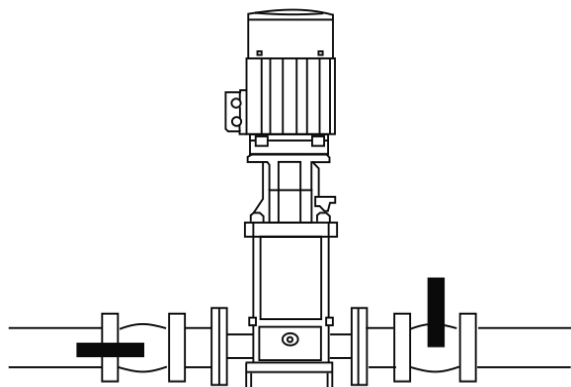
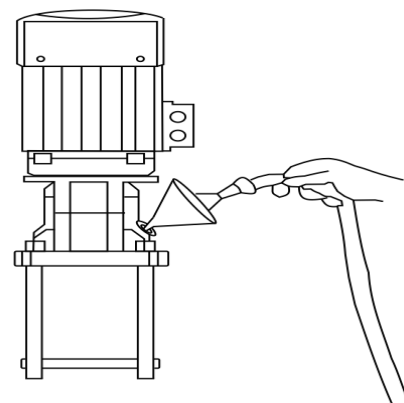

Рисунок 1
Рисунок 2
2. **Перед первым запуском** необходимо заполнить насосную камеру насоса водой. Для этого откройте вентиль на входном трубопроводе и закройте вентиль на выходном трубопроводе (смотрите рисунок 1 ниже). Затем открутите пробку заливного отверстия и залейте в насосную камеру воду (смотрите рисунок 2 ниже).